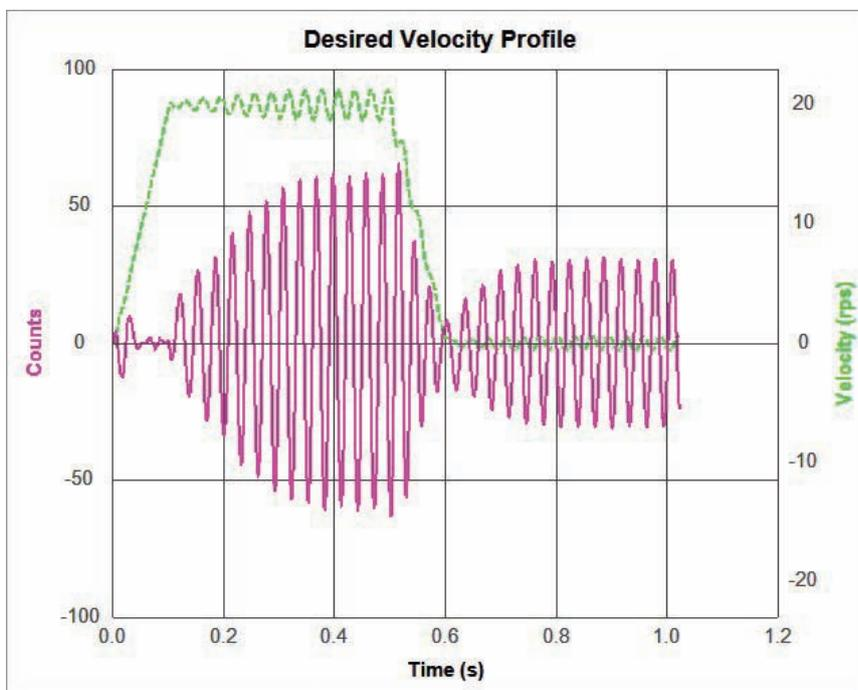

图11-13 阻尼增益 (KV) 太小 (KV = 5000)
当阻尼增益 (KV) 偏小时, 将会导致系统在匀速运动过程或停止下来时阻尼不够, 运动过程中的位置误差和速度误差都波动较大。如下图11-13所示, 在运动过程中出现了位置误差和速度误差的较大波动, 并呈现出振荡放大的效果。(虚线为实际速度曲线, 波段实线为位置误差曲线)